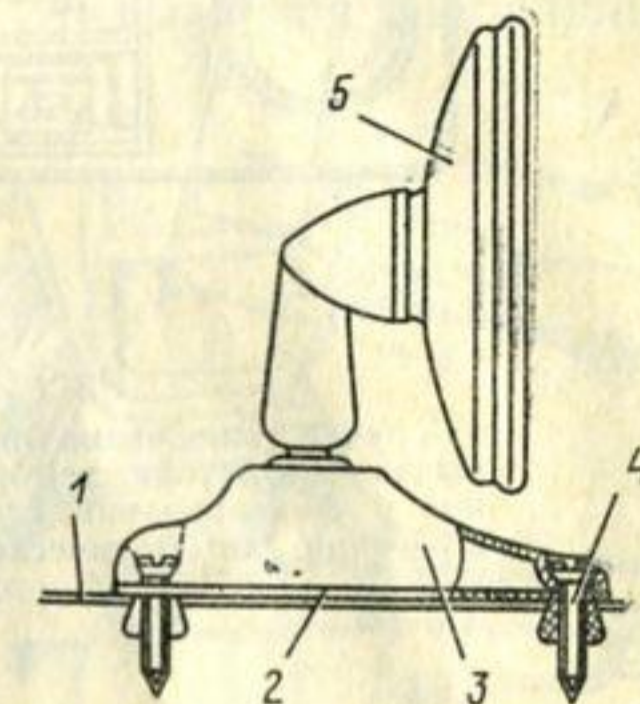

Рис. 23. Наружное зеркало и детали его крепления на двери:
2. Вставьте в просверленные отверстия панели 1 (рис. 23) выступы прокладки 2.